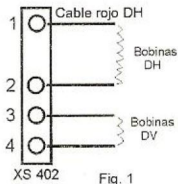

Fig. 1
- Conectar las líneas de deflexión (DH y DV) en XS402 mediante el conector suministrado (ver fig. 1), teniendo en cuenta los puntos 2, 3 y 4 siguientes para el correcto conexionado .
2) **Bobinas de deflexión , situación general :** la resistencia de la bobina de deflexión horizontal (DH) es menor que 2.5 ohms y la resistencia de la bobina de deflexión vertical (DV) es mayor a 5 ohms , adecuando la conexión a las siguientes condiciones particulares :
- b) **0.6 - 1.1 ohms :** Cortar el cable rojo del conector de líneas de deflexión (CLD) y conectarlo en el pin T2 , los otros 3 cables del CLD conectarlos a los pines 2, 3 y 4 del zócalo XS402 (recordar fig. 1) , incrementar el capacitor C441 a .33 o .47mf como máximo y si falta ancho, disminuir el C441 (como mínimo a .22mf), entonces ajustar RP301 , RP302 .
2) **Bobinas de deflexión , situación general :** la resistencia de la bobina de deflexión horizontal (DH) es menor que 3.5 ohms y la resistencia de la bobina de deflexión vertical (DV) es mayor a 6 ohms , adecuando la conexión a las siguientes condiciones particulares :
- b) **2.2 - 3 ohms :** Cortar el cable rojo del conector de líneas de deflexión (CLD) y conectarlo en el pin T10 , los otros 3 cables del CLD conectarlos a los pines 2, 3 y 4 del zócalo XS402 (recordar fig. 1) , ajustar el capacitor C441 .